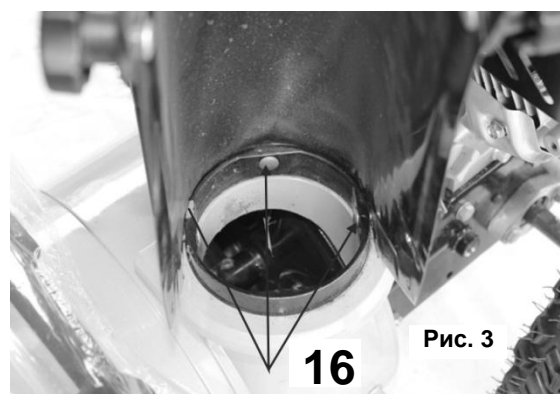

Рис. 3
- Установите винты в отверстия, расположенные на фланце снегоотвода (16)(См. Рис.3).